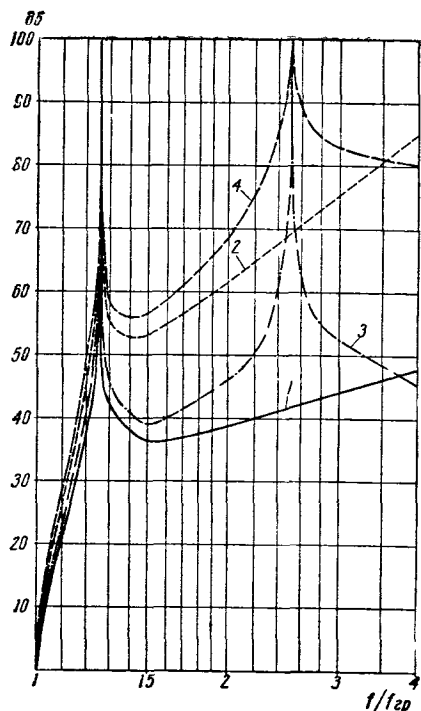

Рис. 3. Характеристики фильтров.
Рис. 3. Вывод 2 переключателя Π_{22} соединить с ножкой 4 колодки, а вывод 2 — Π_{1a} — с анодом L_6 . Сопротивления R_6, R_7, R_{10}, R_{16} на мощность рассеивания — 2 вт.
Следовательно, наш фильтр должен содержать звенья с частотами бесконечного затухания 49,75 и 56,25 МГц. Для ориентировки в свойствах различных схем фильтров и выбора типа и числа звеньев обратимся к графику (рис. 3), на котором приведены теоретически рассчитанные кривые затухания четырех фильтров; одно звено κ (кривая 1), два звена κ (2), одно звено m (3) и одно звено κ , соединенное последовательно с m (4). Кривые рассчитаны для случая, когда частоты бесконечного затухания превышают граничную частоту фильтра в 1,25 и в 2,5 раза. Здесь первый левый пик кривых создается согласующими полувзвьями. Второй — звеном типа m . Для нашего случая пригодны кривые 3 и 4; выбираем фильтр типа $\kappa+m$, состоящий из одного звена κ и одного звена m (кривая 4).